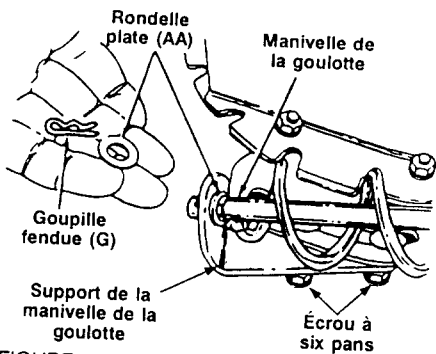

FIGURE 6
- Placez les une rondelle plate (AA) de l'extrémité de la manivelle de la goulotte, puis enfoncez l'extrémité de la manivelle dans le trou du coussinet en plastique sur le support de la goulotte. Voir la figure 6. Remettez la rondelle plate (AA) et maintenez-la avec la goupille fendue (G) (5/16 po diamètre).
Desserrez les écrous à six pans du support de la manivelle de la goulotte et ajustez celui-ci (voir la figure 6) de manière que la partie hélicoïdale de la